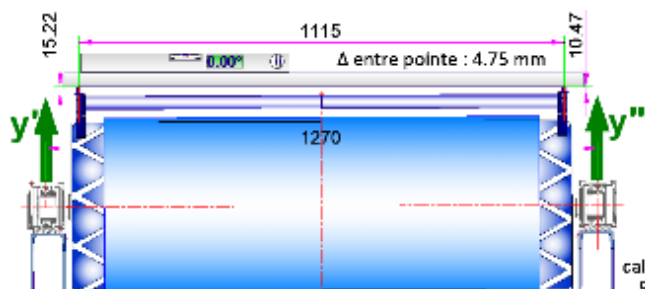

Fig.34 : Erreur en altitude = 4.75 mm
- La valeur de la correction en Y'Y'', à appliquer, pour obtenir l'horizontalité du tambour, doit se recalculer au niveau des paliers en fonction de l'erreur mesurée au niveau des 2 piges filetées, de leur distance et de l'entraxe entre les 2 paliers du tambour (cf. *théorème de Thalès : loi sur la proportionnalité*) {fig.34 à 35}.